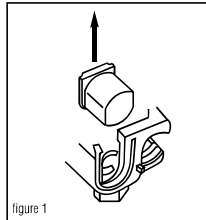

figure 1
1. Determine the direction for the tap conductor to exit and discard one end cap. **See figure 1.**
1. Determine la dirección en la que el conductor derivado saldrá y deseché la tapa terminal sobrante. **Vea la Ilustración 1.**